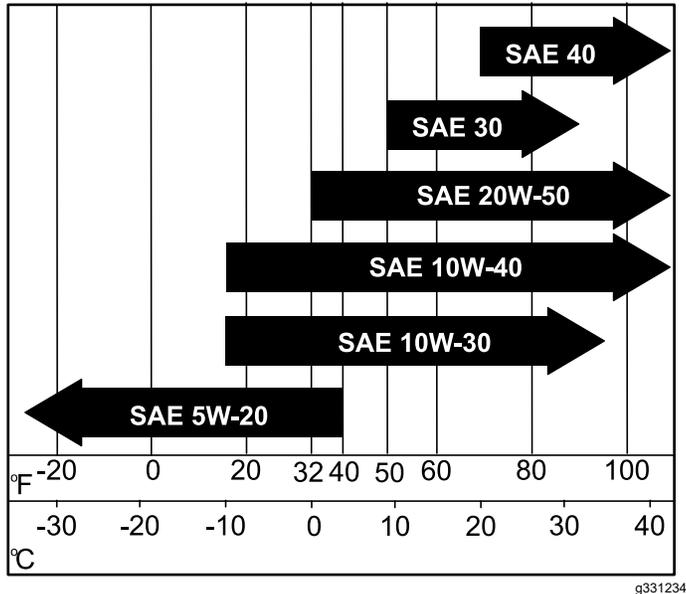

Figura 35
- Llene el cárter con el tipo correcto de aceite nuevo (Figura 35).